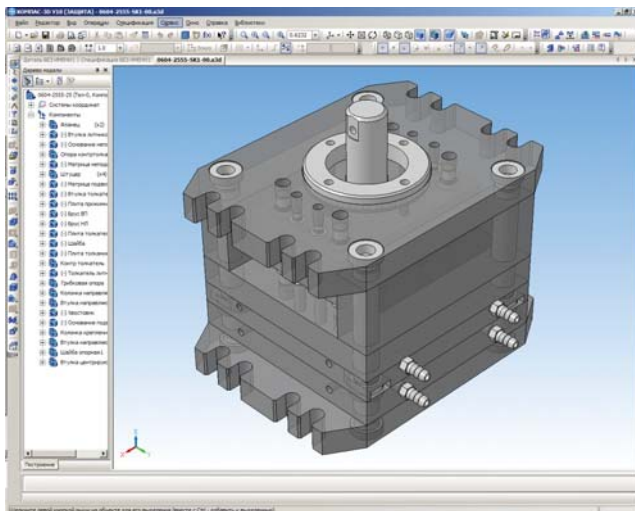

Рис. 8 3D-модель пресс-формы
- Автоматически получить комплект твердотельных деталей формы, а также их сборку с дополнительным контролем совместности средствами системы КОМПАС-3D (Рис. 8).